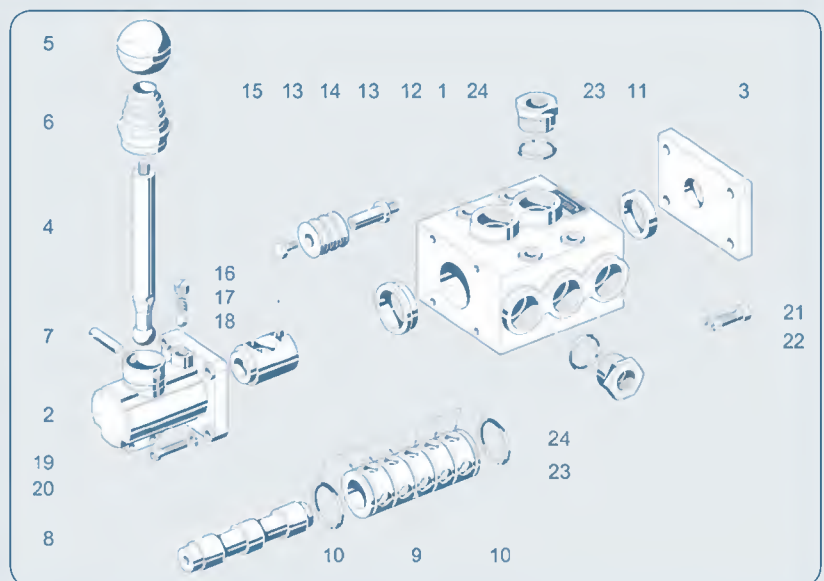

Abb. 2. Explosionszeichnung zur Darstellung der einzelnen Komponenten
- Explosionszeichnungen (Abb. 2)